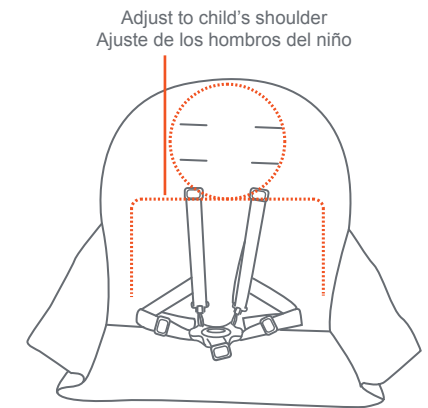

Fig. 14a
- 14) • The shoulder straps of the 5-point harness have multiple positions. Select the position that places the shoulder strap level with, or below the top of the child's shoulder (Fig. 14a).
- Las correas de hombros del arnés de 5 puntos tienen múltiples posiciones. Seleccione la posición que coloque la correa del hombro al nivel o debajo de la parte superior del hombro del niño (Fig. 14a).